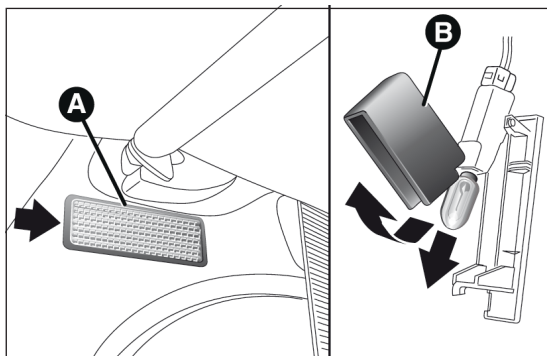

fig. 44
- ouvrir le coffre à bagages et extraire le plafonnier A fig. 44 en agissant sur le point indiqué par la flèche ;